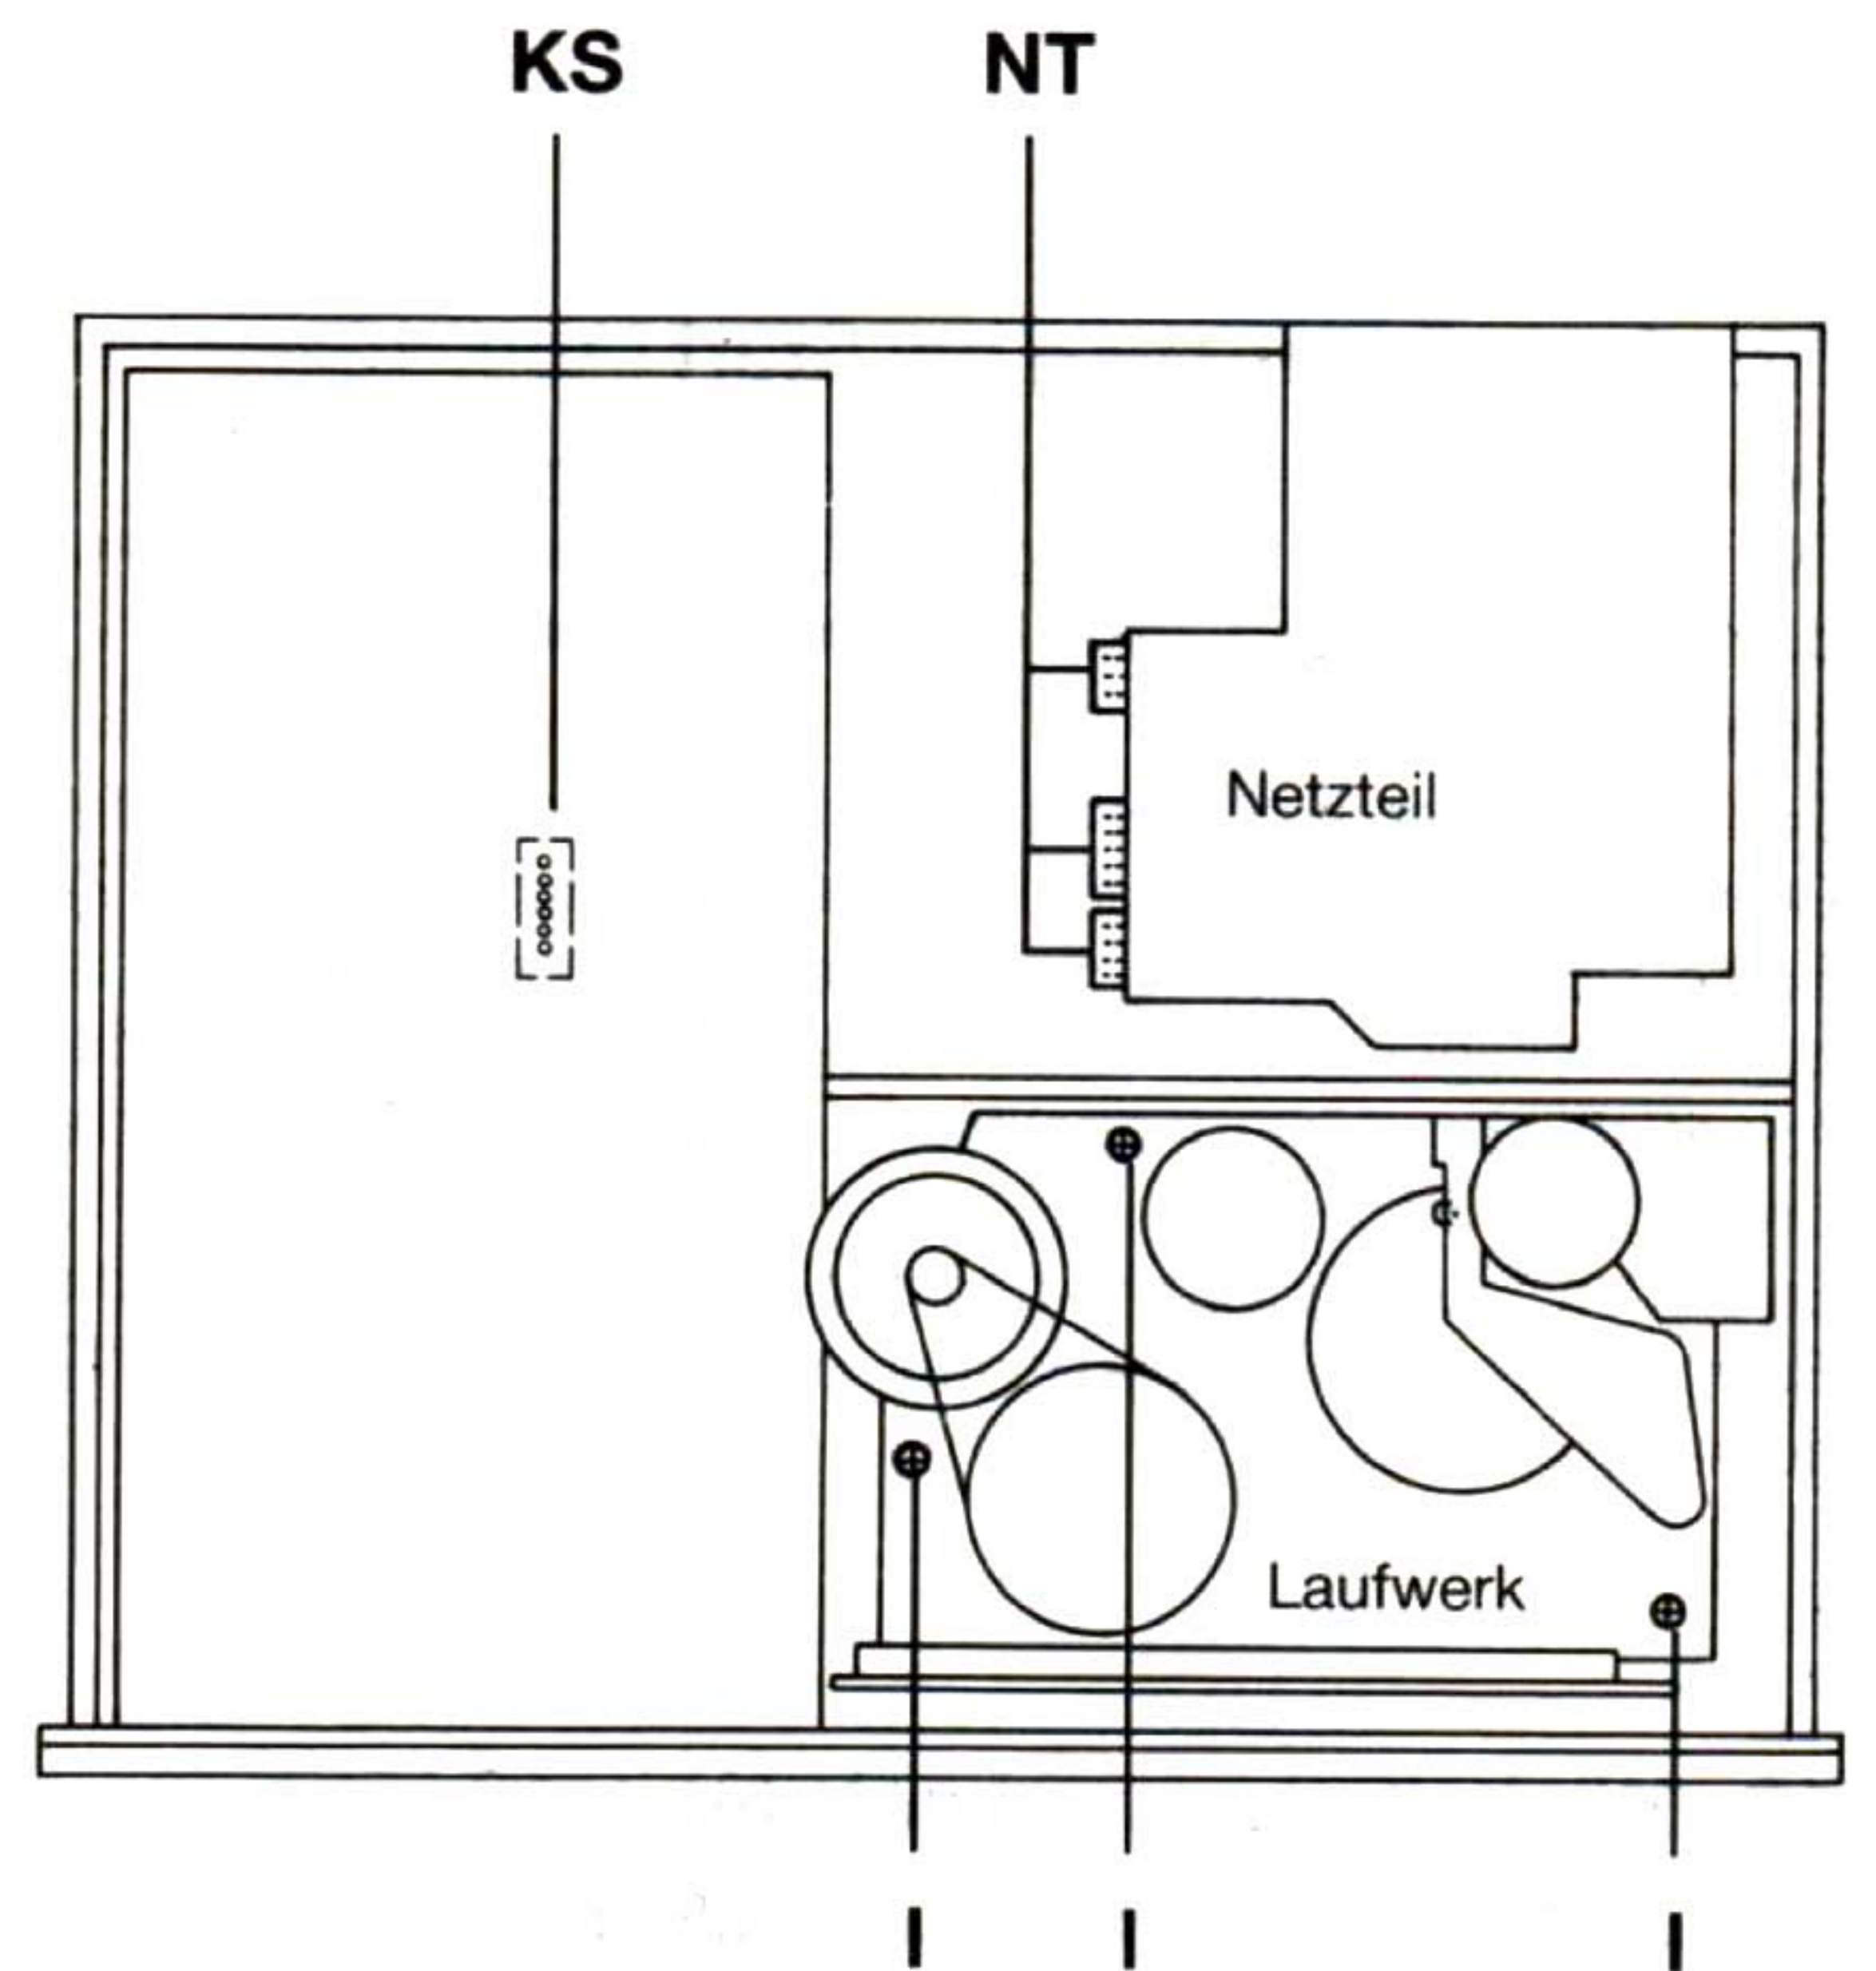

Abb. 4
- Steckverbindungen abziehen (Abb. 4).